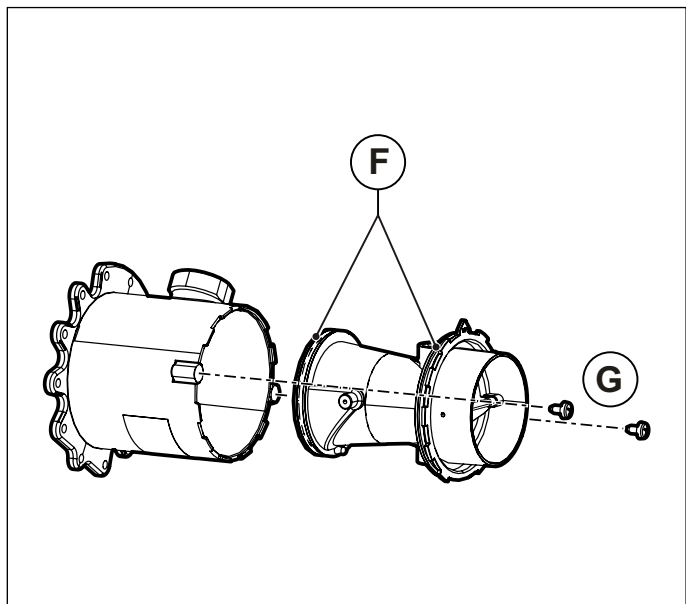
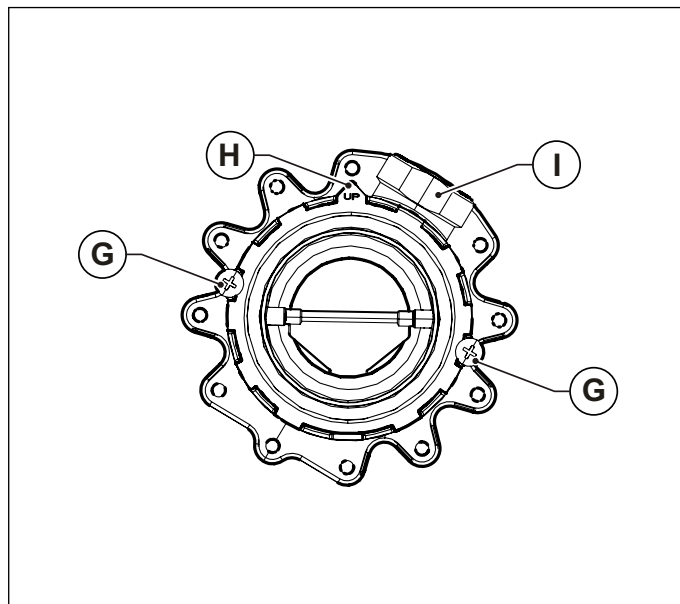

Fig. 43 Corpul din plastic al amestecătorului
Fig. 44 Orientare pentru montaj
- Desfaceți corpul din plastic al amestecătorului, deșurubând cele două șuruburi de fixare **G** (vezi Fig. 43 Corpul din plastic al amestecătorului).
- Înșurubați corpul din plastic pe amestecător cu ajutorul șuruburilor de fixare **G**, având grijă să nu deteriorați garniturile inelare **F** și să respectați orientarea de montare (consultați Fig. 43 Corpul din plastic al amestecătorului și Fig. 44 Orientare pentru montaj).